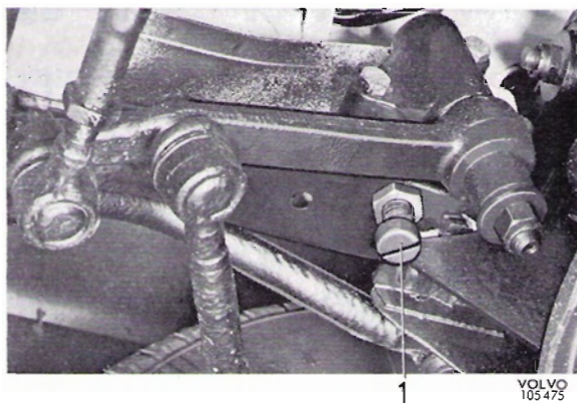

Abb. 12 Anschlagsschraube für Lenkbegrenzung
2. Dasselbe Verfahren mit dem rechten Vorderad (Rechtseinschlag) und der rechten Anschlagsschraube (1, Abb. 12) wiederholen.